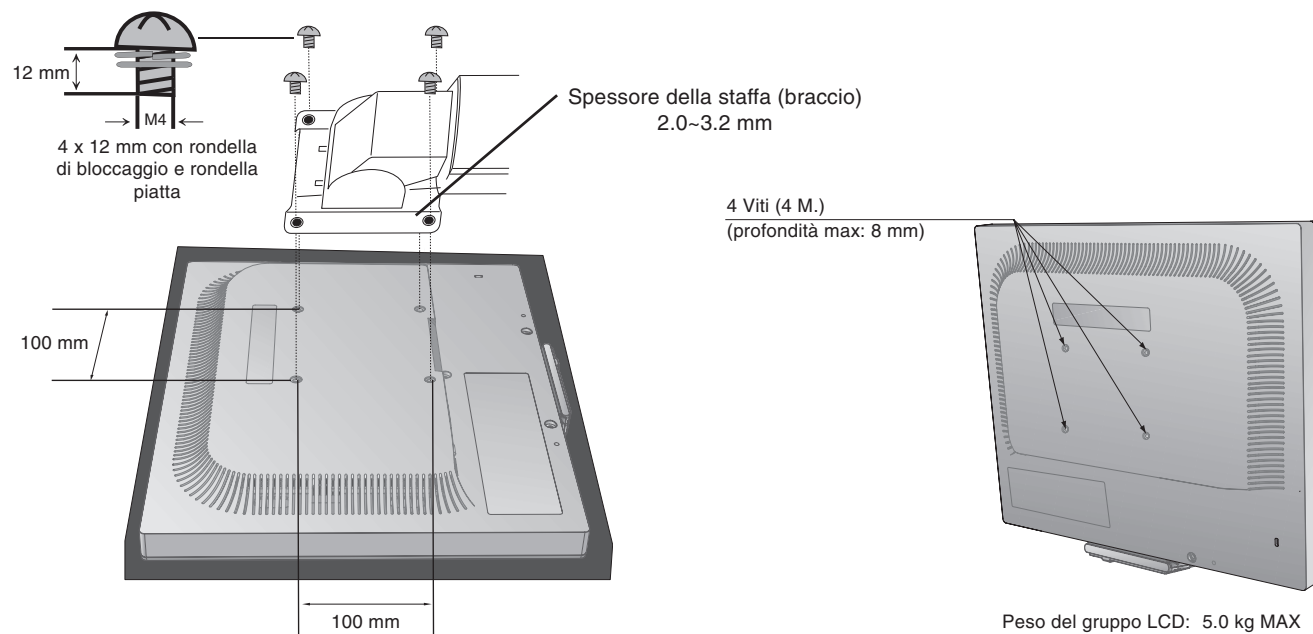

Figura F.1
2. Utilizzare 4 viti e fissare il braccio al monitor (**figura F.1**).